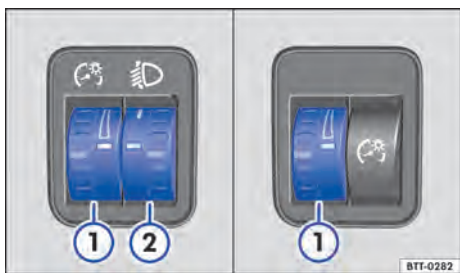

Fig. 85 Ao lado do volante: regulador da iluminação dos instrumentos e dos interruptores ①, assim como regulagem de alcance do farol ②.
① Iluminação dos instrumentos e dos interruptores
A luminosidade da iluminação dos instrumentos e dos interruptores pode ser regulada sem escalonamento girando o regulador ⇒ **Fig. 85 ①**.
② Regulagem de alcance do farol